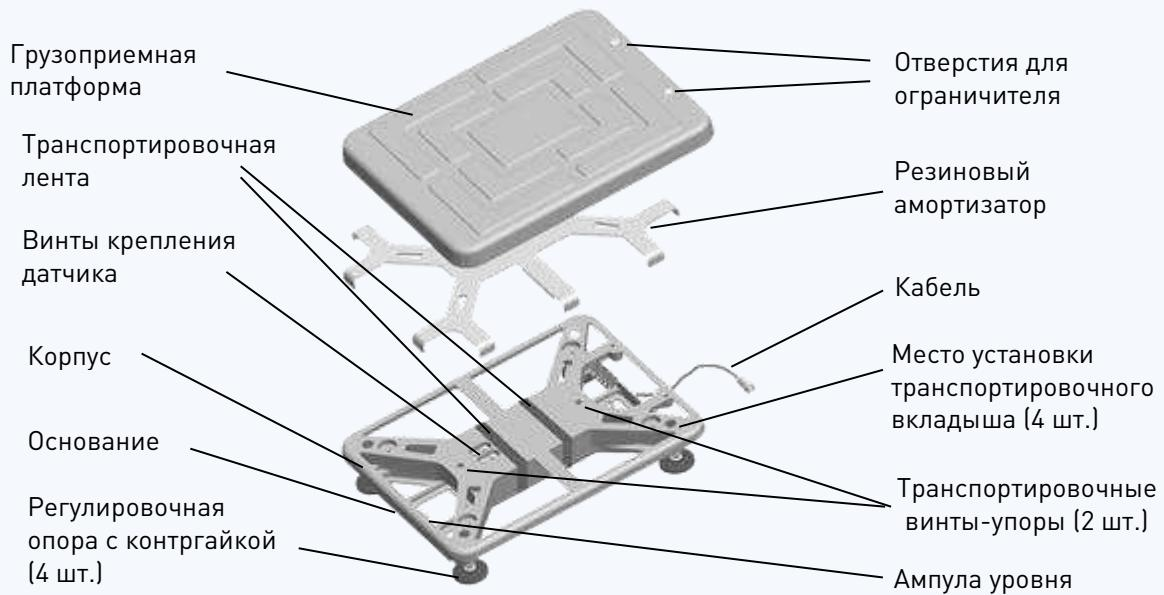
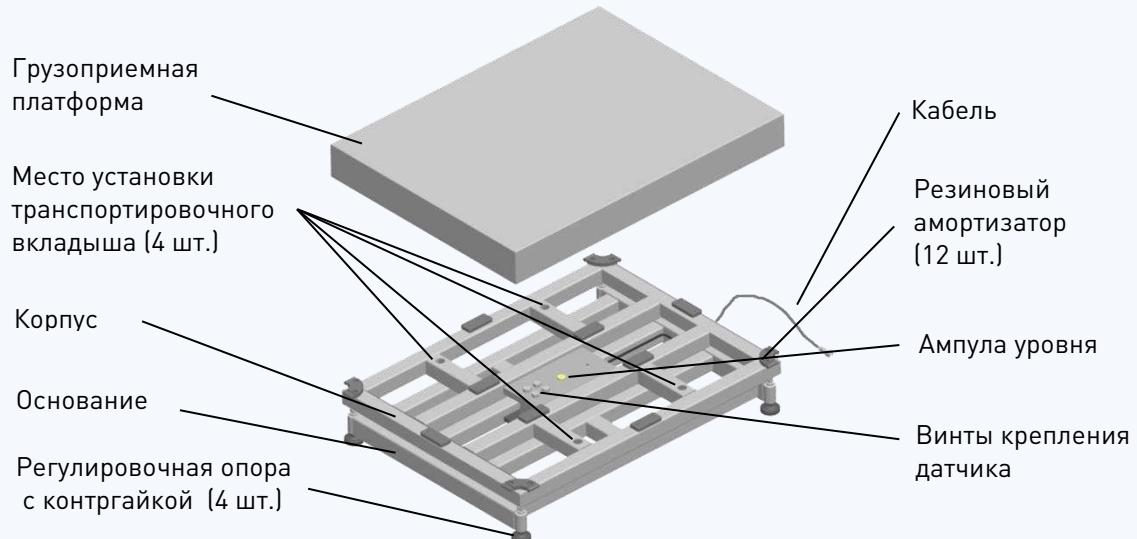

Рис. 5.1. - Модуль взвешивающий ТВ-С_
Рис. 5.2. - Модуль взвешивающий ТВ-М_
Конструкция весов представлена на Рис. 5.1.
2. Снять грузоприемную платформу. Вынуть транспортировочные вкладыши (Рис. 5.1, Рис. 5.2).
6. Установить весы на твердой ровной поверхности. При помощи регулировочных опор выставить весы по ампуле уровня таким образом, чтобы пузырек воздуха находился в центре ампулы. При необходимости, затянуть контргайки регулировочных опор (Рис. 5.2).